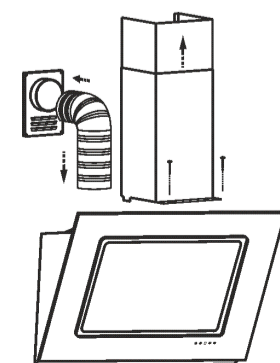

рис. 7
- 6.3 В зависимости от режима эксплуатации вытяжки, соедините вентилятор с вентиляционной решеткой полужестким гофрированным воздуховодом (рис. 7) или установите на вентилятор угольные фильтры, если они предусмотрены. Угольные фильтры устанавливаются на защитные решетки корпуса вентилятора путем легкого нажатия и поворота (рис. 7 А).